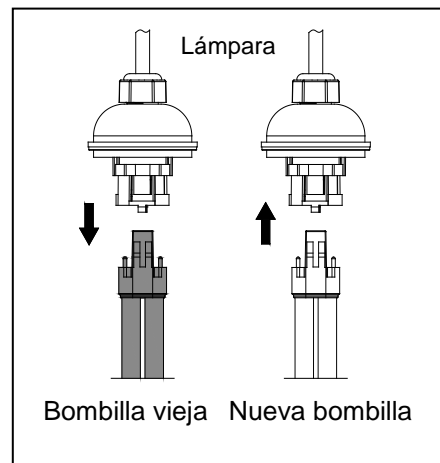

Fig. 15
3. Tire firmemente de la base y extraiga cuidadosamente la bombilla vieja. Instale la nueva bombilla. Fig. 15